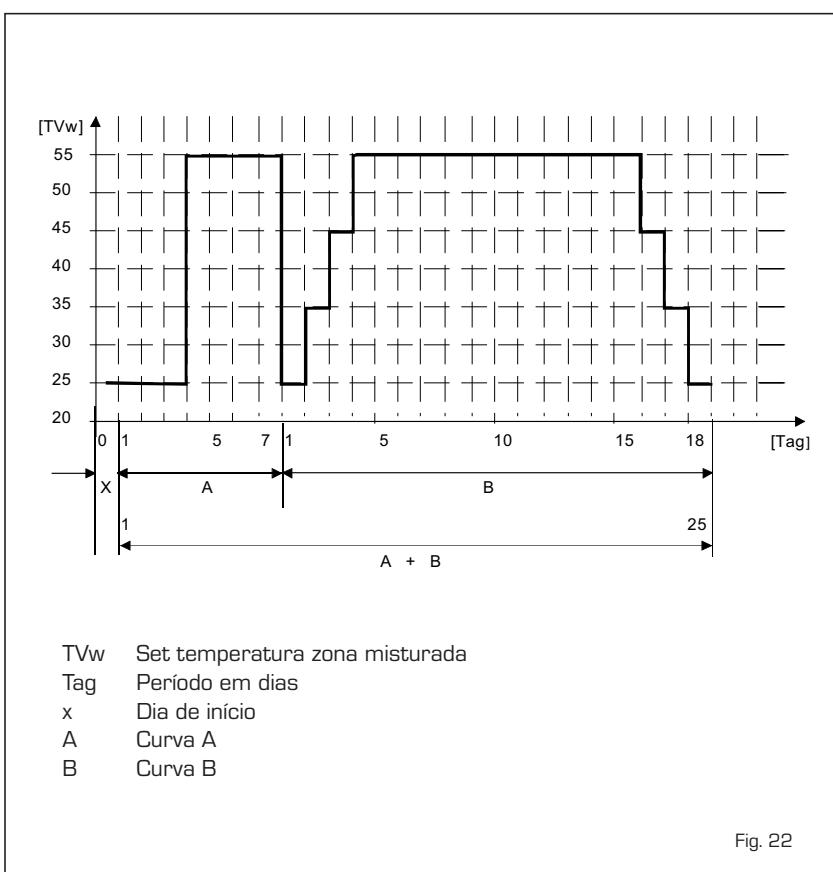

Fig. 22
4.5.3 Função de secagem da betonilha [fig. 22]
O gráfico da fig. 22 representa o andamento das curvas.